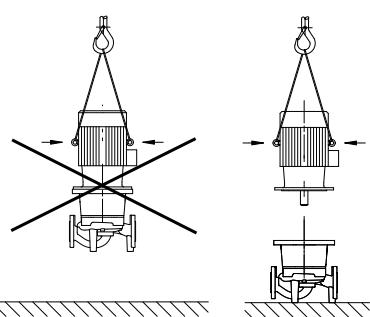

Fig. 20: Transport av motorn
- Använd motorns lyftöglor endast för att lyfta motorns vikt, inte för hela pumpen (Fig. 20).